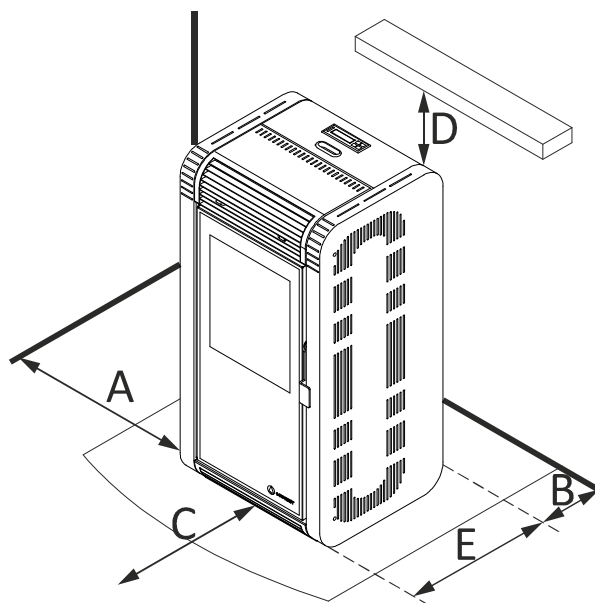

Figura 3
4.19. Confirme os espaços entre a estufa, o combustível e qualquer tipo de material inflamável, confirme na *figura 3*.